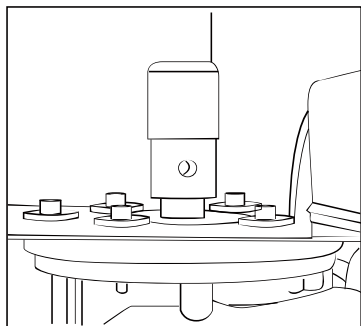

Рис. 1
1. Установите сверло бура на выходной вал шнека (Рис. 1)